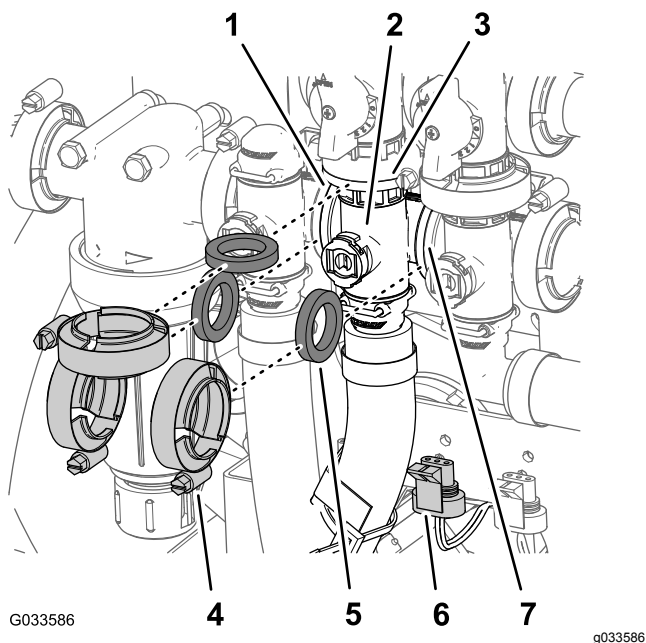

Figura 115
1. Retire las 3 bridas de fijación y las 3 juntas que sujetan el distribuidor de la válvula de agitación (Figura 115) a la válvula de desvío de agitación, la válvula de control de caudal y la válvula maestra.